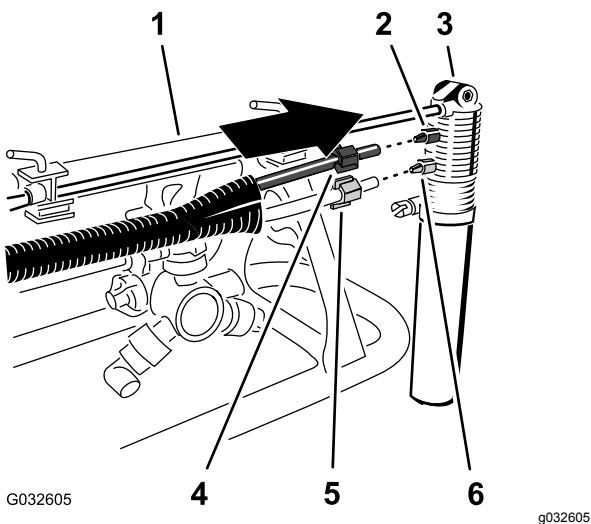

Figura 21
1. Inserite il dado di compressione blu sulle estremità del tubo blu e il dado di compressione bianco sul tubo trasparente (Figura 21).
2. Allineate l'estremità del tubo trasparente con il dado di compressione bianco al raccordo bianco dell'ugello del tracciafile schiumogeno e serrate il dado di compressione manualmente (Figura 21).
3. Allineate l'estremità del tubo blu con il dado di compressione blu al raccordo blu dell'ugello del tracciafile schiumogeno e serrate il dado di compressione manualmente (Figura 21).